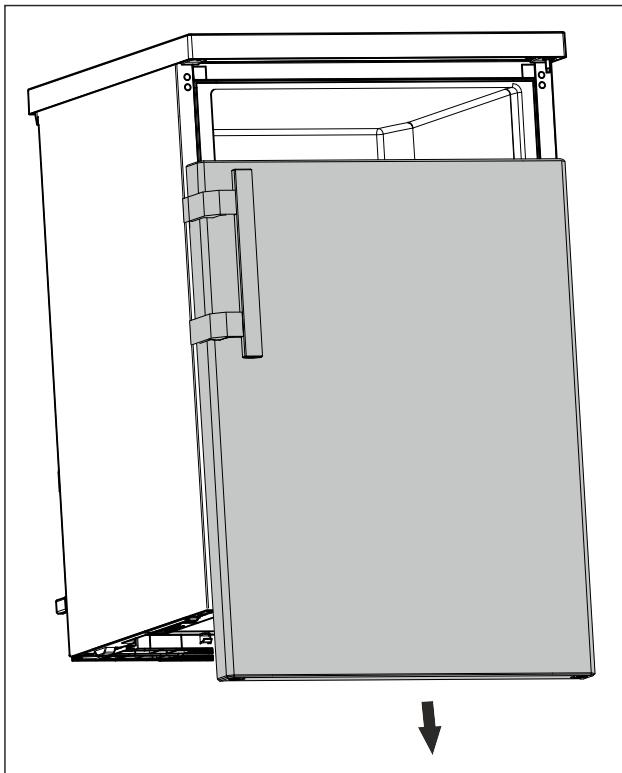

Fig. 13
- Stiahnite dvere nadol. (pozri Fig. 13)